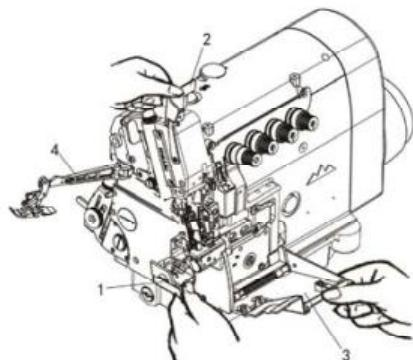

图 13
1. 请打开翻盖 1、护眼罩 2、前罩 3、抬压脚臂 4。穿过线以后，请恢复到原来的位置。（图 13）